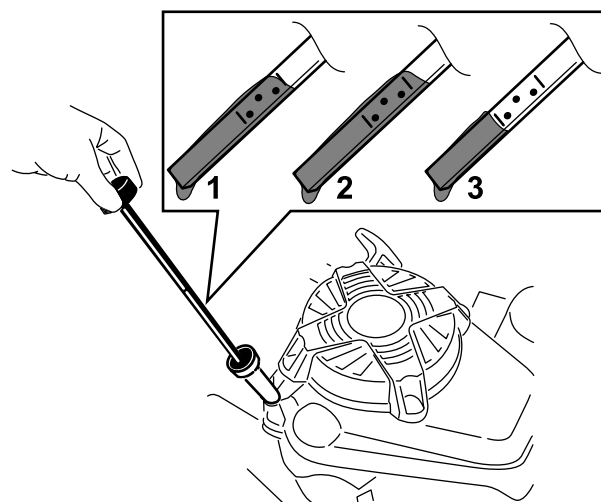

Bild 6
7. Lesen Sie den Ölstand am Peilstab ab. (Bild 6)
2. Entfernen Sie den Peilstab, indem Sie den Deckel nach links drehen und herausziehen (Bild 6).